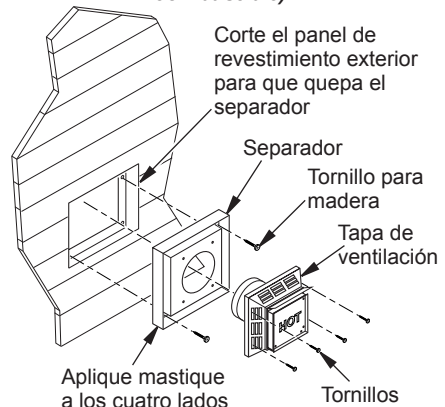

**Figura 9 - Requisitos de la abertura de ventilación**
5. Determine cuidadosamente el sitio en el cual el tubo de ventilación penetrará la pared al exterior. El orificio del centro debe quedar alineado con la línea central del tubo de ventilación horizontal. Marque la pared para un orificio cuadrado de 29.2 cm x 29.2 cm (11 1/2" x 11 1/2"). En la pared al exterior, donde terminará la ventilación, corte el orificio cuadrado y póngale un armazón. Si la pared que va a penetrar es de material no combustible, tal como mampostería o concreto, se puede hacer un orificio de 21.5 cm (8 1/2") sin distancia mínima (consulte la figura 9, en la página 11).
- Corte un orificio cuadrado de 29.2 cm (11 1/2") en el techo interior utilizando el agujero que perforó anteriormente como punto central. La abertura debe tener un armazón cuyas dimensiones interiores sean de 29.2 x 29.2 cm (11 1/2" x 11 1/2"), tal como se muestra en la figura 9, en la página 11, utilizando madera para armazón del mismo tamaño que las vigas del techo.
- Corte un orificio en el techo interior utilizando el agujero de referencia como punto central. (Antes de cortar el agujero en el techo interior, cubra los tubos de ventilación abiertos que estén expuestos). El orificio de 29.2 cm (11 1/2" x 11 1/2") se debe medir horizontalmente; el largo real podría ser mayor, dependiendo de la inclinación del techo. Debe haber una distancia mínima de 2.5 cm (1") desde el tubo de ventilación a los materiales combustibles. Abertura del armazón tal como se muestra en la figura 9, en la página 11.